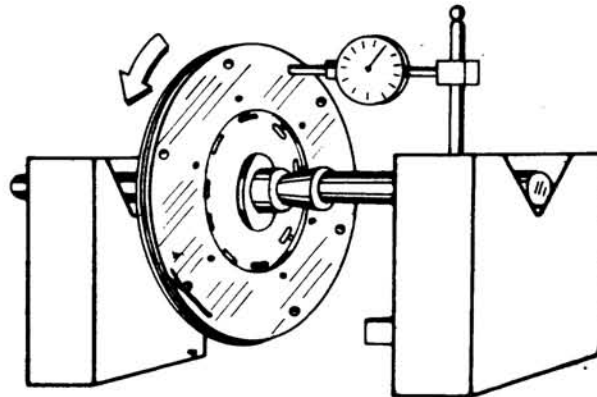

Fig. 2
- c Instale el indicador de cuadrante (fig. 2).